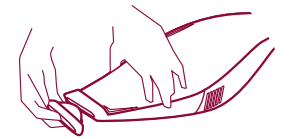

Fig. 8
- Para aspirar líquidos debe insertarse la boca aspiradora F. (fig. 8)